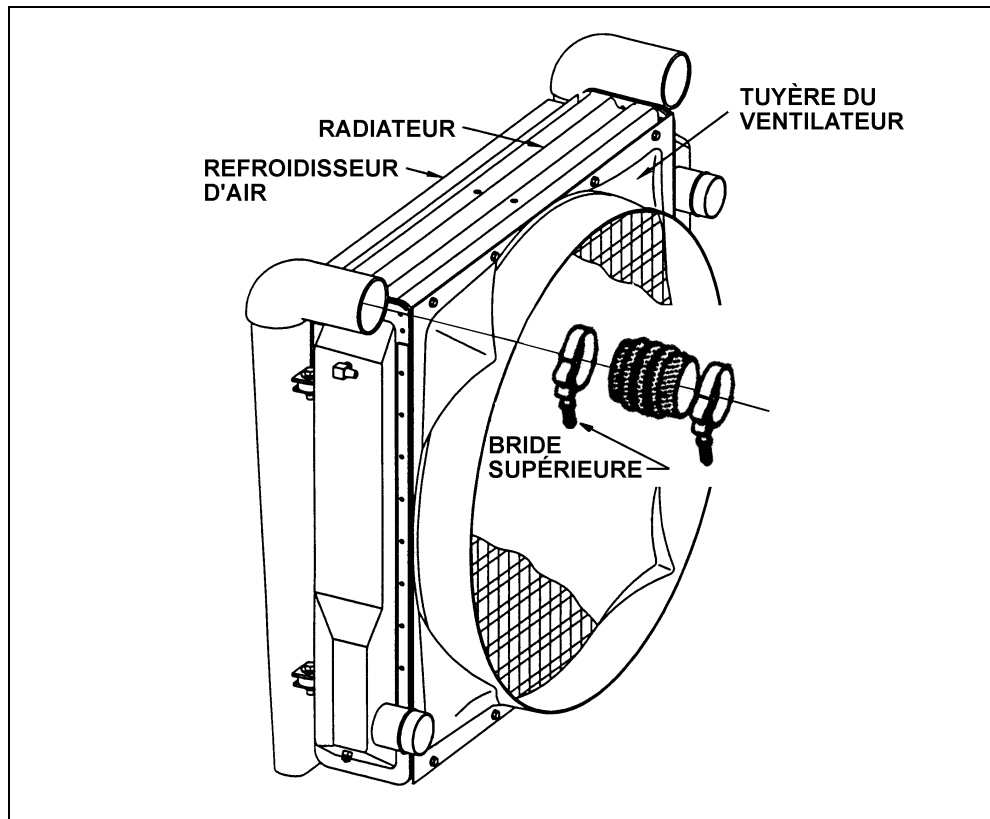

FIGURE 5: TUYÈRE DU VENTILATEUR
9. Revisser la bride supérieure du refroidisseur d'air (voir fig. 5).
1. Elever les quatre vis supérieures et les quatre vis inférieures qui fixent la tuyère du ventilateur (voir fig. 5).